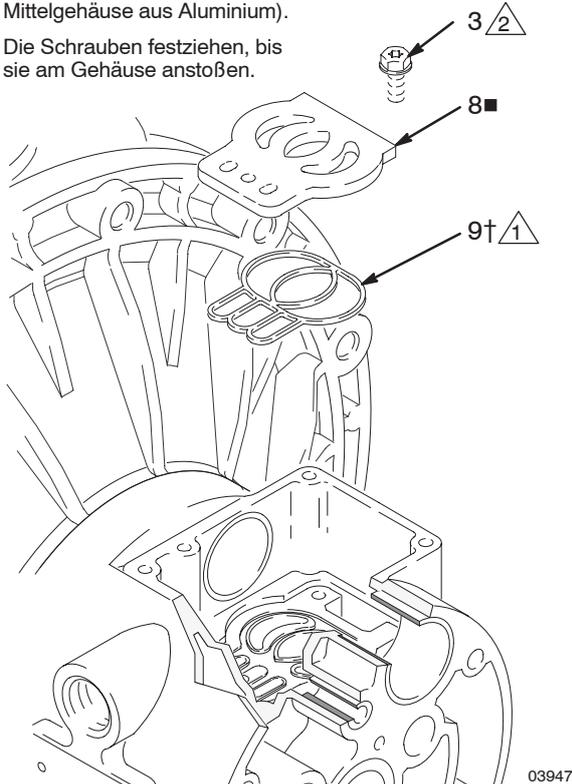

Abb. 9
5. Die Ventilplatte (8) an Ort und Stelle untersuchen. Wenn sie beschädigt ist, mit einem Torx-Schraubendreher (T20) oder einem 7-mm-Steckschlüssel die drei Schrauben (3) entfernen. Die Ventilplatte (8) und – nur bei Modellen mit Aluminium-Mittelgehäuse – die Dichtung (9) entfernen. Siehe Abb. 9.
2. An Modellen mit Aluminium-Mittelgehäuse die Ventilplattendichtung (9†) in der Nut unten an der Ventilvertiefung anbringen. Die abgerundete Seite der Dichtung **muss nach unten** in die Nut zeigen. Siehe Abb. 9.
3. Die Ventilplatte (8■) in der Vertiefung anbringen. Bei Modellen mit Aluminium-Mittelgehäuse kann die Platte umgedreht werden, so dass es egal ist, welche Seite nach oben zeigt. Die drei Schrauben (3) mit einem Torx-Schraubendreher (T20) oder einem 7-mm-Steckschlüssel anbringen. Die Schrauben festziehen, bis sie am Gehäuse anliegen. Siehe Abb. 9.